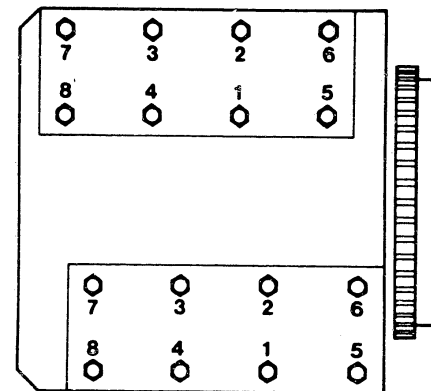

Bild 20 Motor Z7V: Anzugsreihenfolge der beiden Zylinderköpfe.
c) Die **Zylinderkopfdichtungen** der linken und rechten Seite dürfen nicht verwechselt werden und sind trocken zu montieren. Zuerst werden alle Schrauben mit 20Nm und dann in der richtigen Reihenfolge (Bild 20) mit 60Nm festgezogen. Danach ist jede Schraube in derselben Reihenfolge wieder zu lösen und erneut mit 20Nm festzuziehen. Zuletzt sind die Schrauben um einen Winkel von 115° weiterzudrehen.